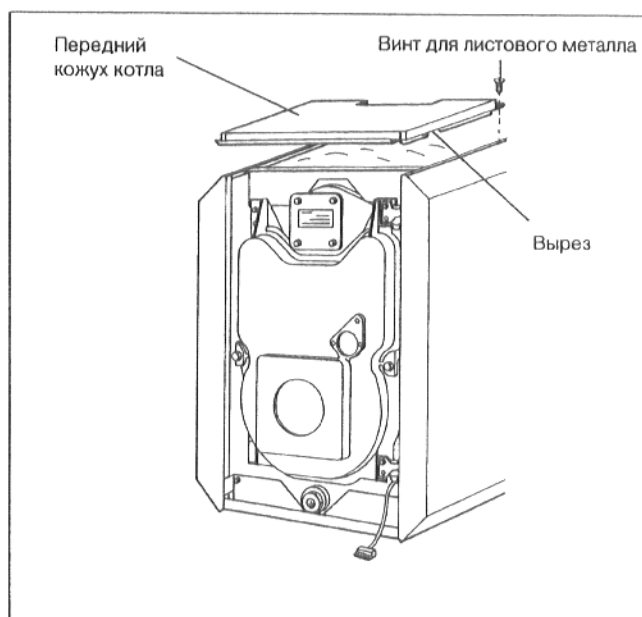

рис. 23
- Установить передний кожух котла вырезом в верхнюю траверсу и подать назад (рис. 23).
- Привинтить передний кожух котла двумя винтами для листового металла к боковым стенкам (рис. 23).